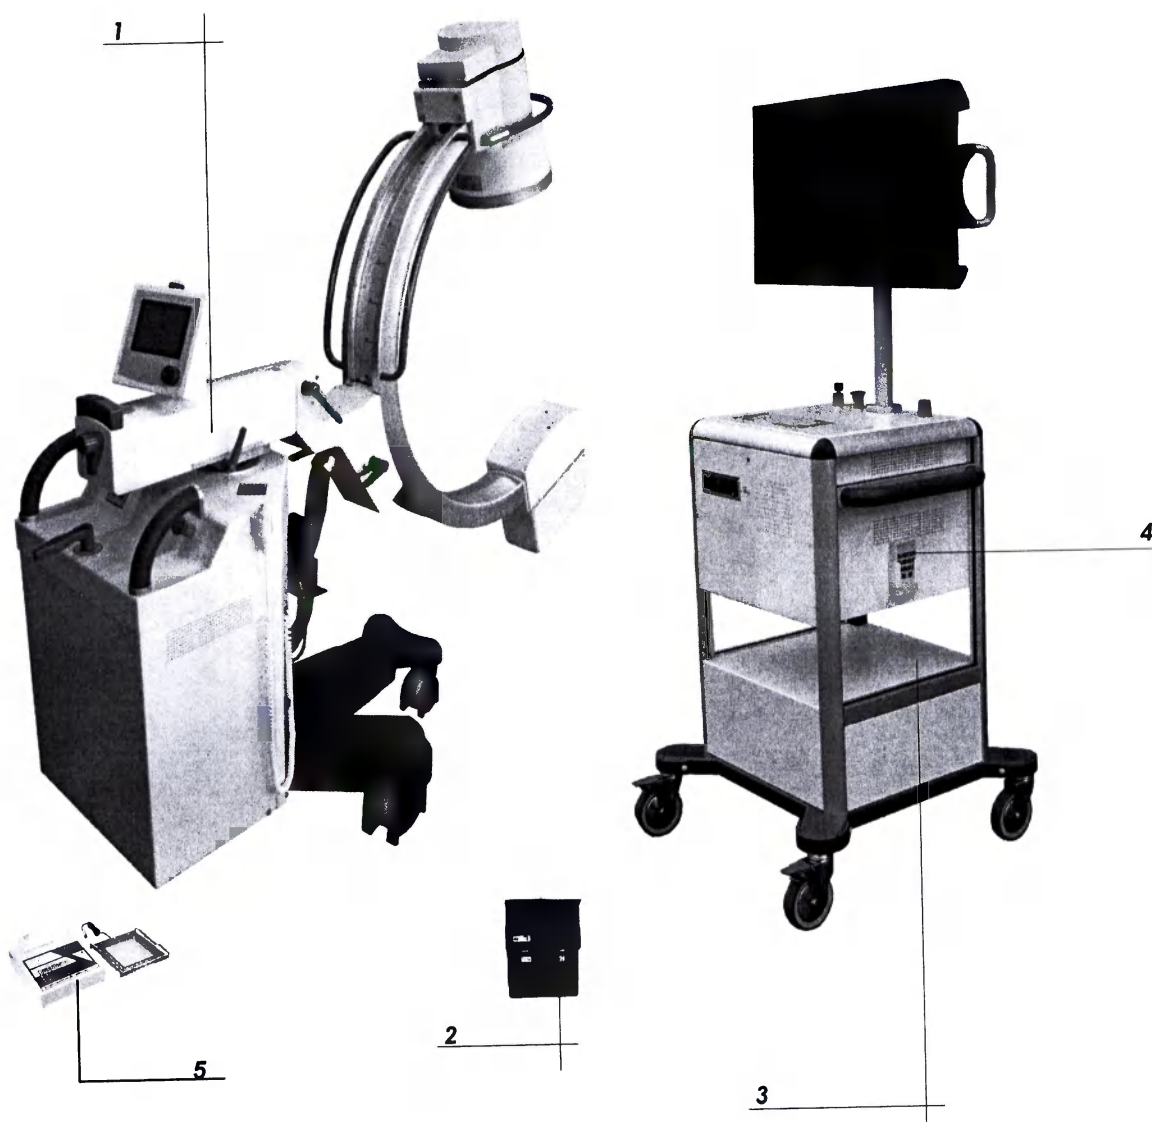

Рисунок 5
7.1.1 Аппарат (см. рисунок 5) состоит из штатива передвижного напольного типа С-дуга 1, педального переключателя 2, стойки с мониторами 3, инфракрасного дистанционного пульта управления 4 и дозиметра рентгеновского излучения 5.